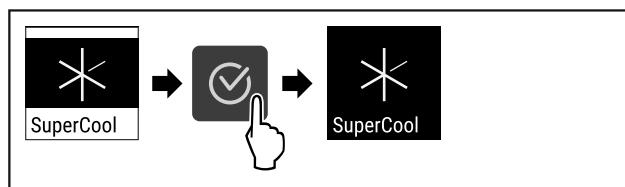

Fig. 91
- ▶ Izvedite zahtevane korake (glejte Fig. 91).